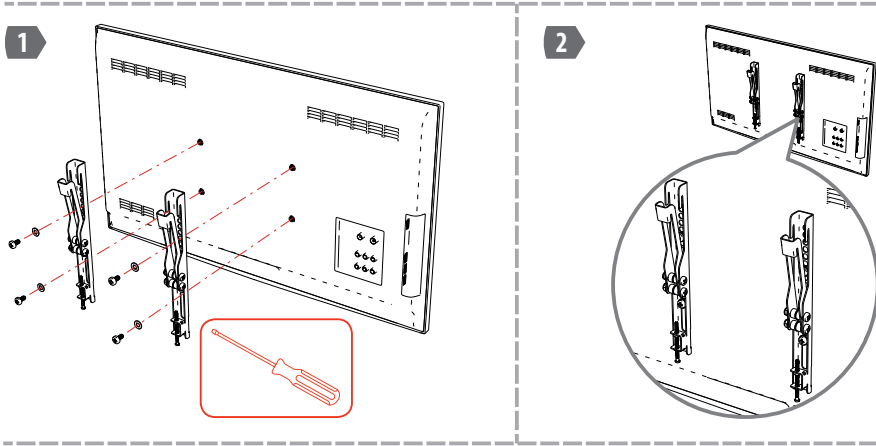

Рисунок 2. Установка держателей на телевизор
4. Установите оба держателя телевизора, подобрав необходимые винты из комплекта крепежа. Необходимый тип винта, как правило, указан в документации и на задней поверхности телевизора около крепежных отверстий VESA. При необходимости используйте шайбы (см. рис. 2).